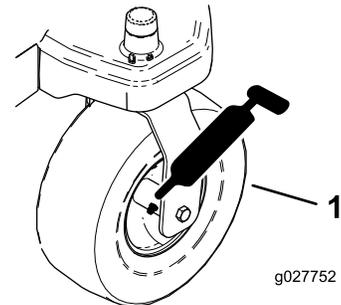
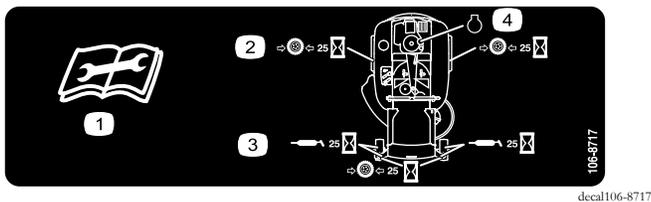

Bild 36
Bild 37
3. Reinigen Sie die Schmiernippel (Bild 36 und Bild 37) mit einem Lappen.
4. Setzen Sie die Fettpresse nacheinander an allen Nippeln an (Bild 36 und Bild 37).